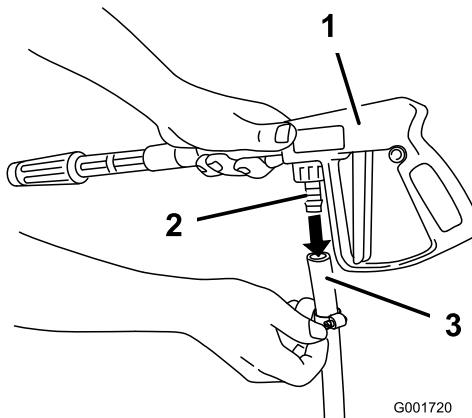

図 19
2. ホース(長)のもう一端をスプレー・ガンのフィッティングにつなぐ(図 19)。